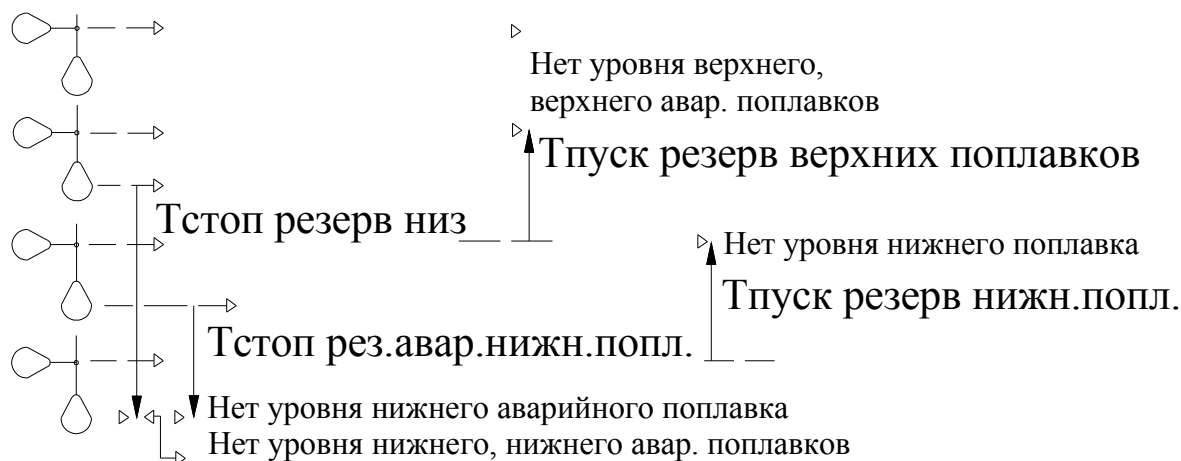

Рис. 5.1 Программируемые времена функционального резерва поплавковых датчиков
При отказе датчиков уровня (п. 4.8) производится функциональное резервирование отказа датчика. Наличие режимов функционального резерва позволяет обслуживающему персоналу устранить отказ без останова системы. Схема таймеров, обеспечивающих наличие функционального резерва поплавковых датчиков, приведена на рис. 5.1.
3. Отказ двух датчиков нижнего уровня. При разрешении резерва датчиков нижнего и нижнего аварийного уровня (п.7.2) пуск насосов производится по сигналу одного из датчиков верхнего (верхнего аварийного) уровня. При этом после отпускания обоих датчиков (уровень стоков ниже уровня верхнего датчика) каскадный останов насосов производится по истечению программируемого времени **Т стоп резерв нижнего уровня («Тпуск резерв 2нижн»)**, рис. 5.1.
2верхн»), рис. 5.1, по истечении времени которого каскадно запускаются оставшиеся насосы, не участвующие в работе.